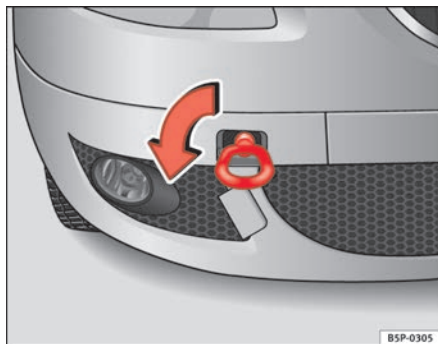
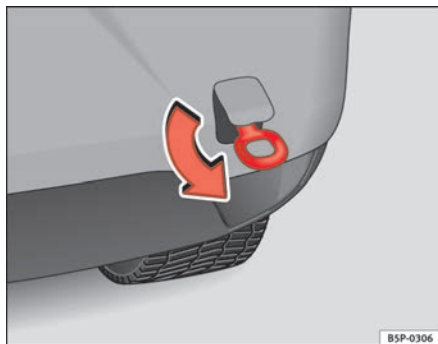

Fig. 204 Lato anteriore destro del veicolo: montaggio del gancio di traino anteriore
Fig. 205 Lato posteriore del veicolo: montaggio del gancio di traino
- Avvitare il gancio fino in fondo verso *sinistra* nel senso indicato dalla freccia o nel foro della parte anteriore ⇒ fig. 204 o in quello della parte posteriore ⇒ fig. 205. ■